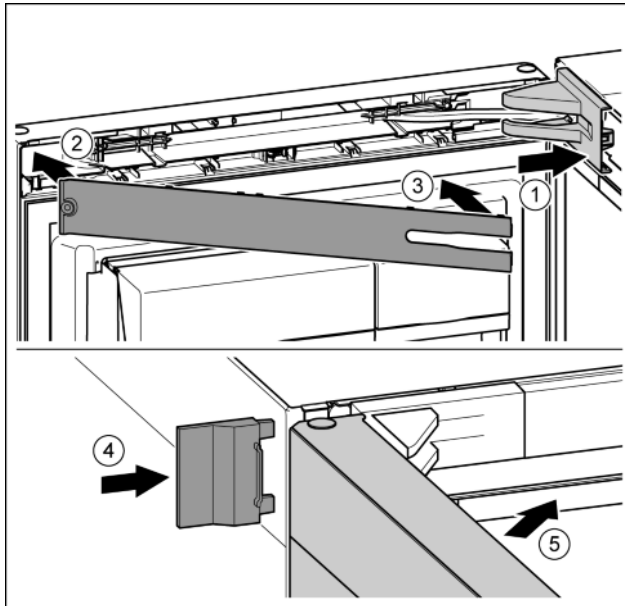

Fig. 22
- Lagerbockabdeckung aufsetzen und einrasten, ggf. vorsichtig auseinanderdrücken. *Fig. 22 (1)*
- Blende aufsetzen. *Fig. 22 (2)*
- Blende einschwenken und einrasten. *Fig. 22 (3)*
- Äußere Abdeckung aufschieben. *Fig. 22 (4)*
- Obere Tür schließen. *Fig. 22 (5)*